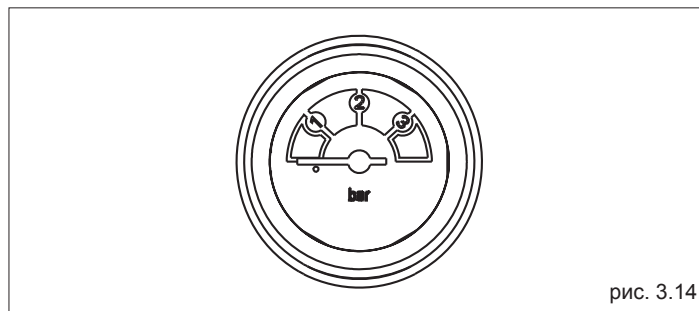

рис. 3.14
- откройте кран подпитки воды (С), и держите его открытым, пока давление на манометре не дойдёт до значения от 1 бар до 1,5 бар (Рис. 3.14).